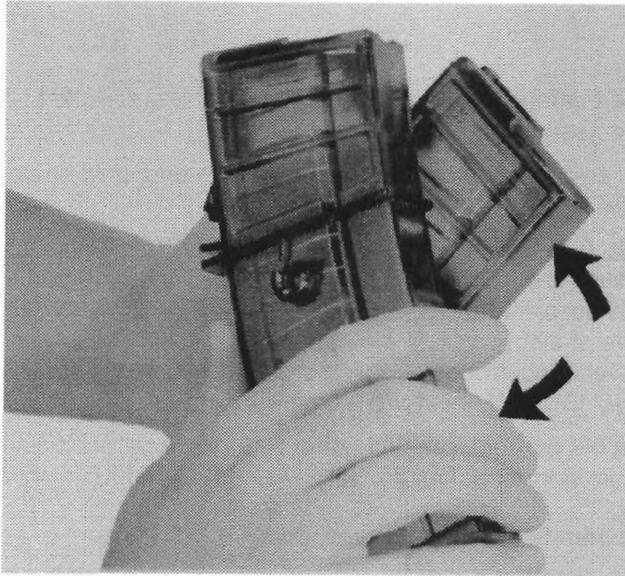

Bild 21 Magazine koppeln
- ⇒ Oberen Nocken des ersten Magazins in das obere Lager des zweiten Magazins einführen (Bild 21).